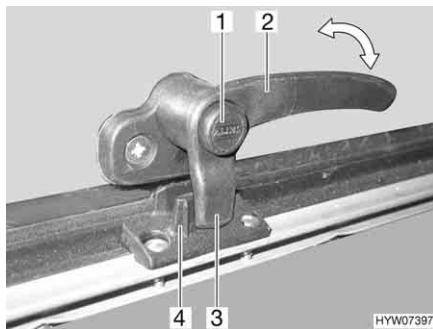
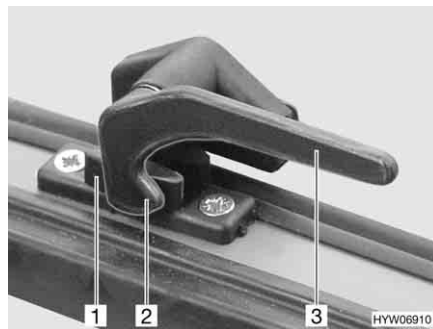

Bild 56 Verriegelungshebel mit Sicherungsknopf in Stellung "geschlossen"
Bild 57 Verriegelungshebel in Stellung "geschlossen"
- Wenn vorhanden, Sicherungsknopf (Bild 56,1) drücken und gedrückt halten.
- Den Verriegelungshebel (Bild 56,2 oder Bild 57,3) eine viertel Umdrehung zur Fenstermitte hin drehen.
- Den Verriegelungshebel (Bild 56,2 oder Bild 57,3) eine viertel Umdrehung zum Fensterrahmen hin drehen. Die Verriegelungsnase (Bild 56,3 oder Bild 57,2) am Verriegelungshebel liegt komplett auf der Innenseite der Fensterverriegelung (Bild 56,4 oder Bild 57,1).
- in Stellung "fest verschlossen" (Bild 56 und Bild 57)